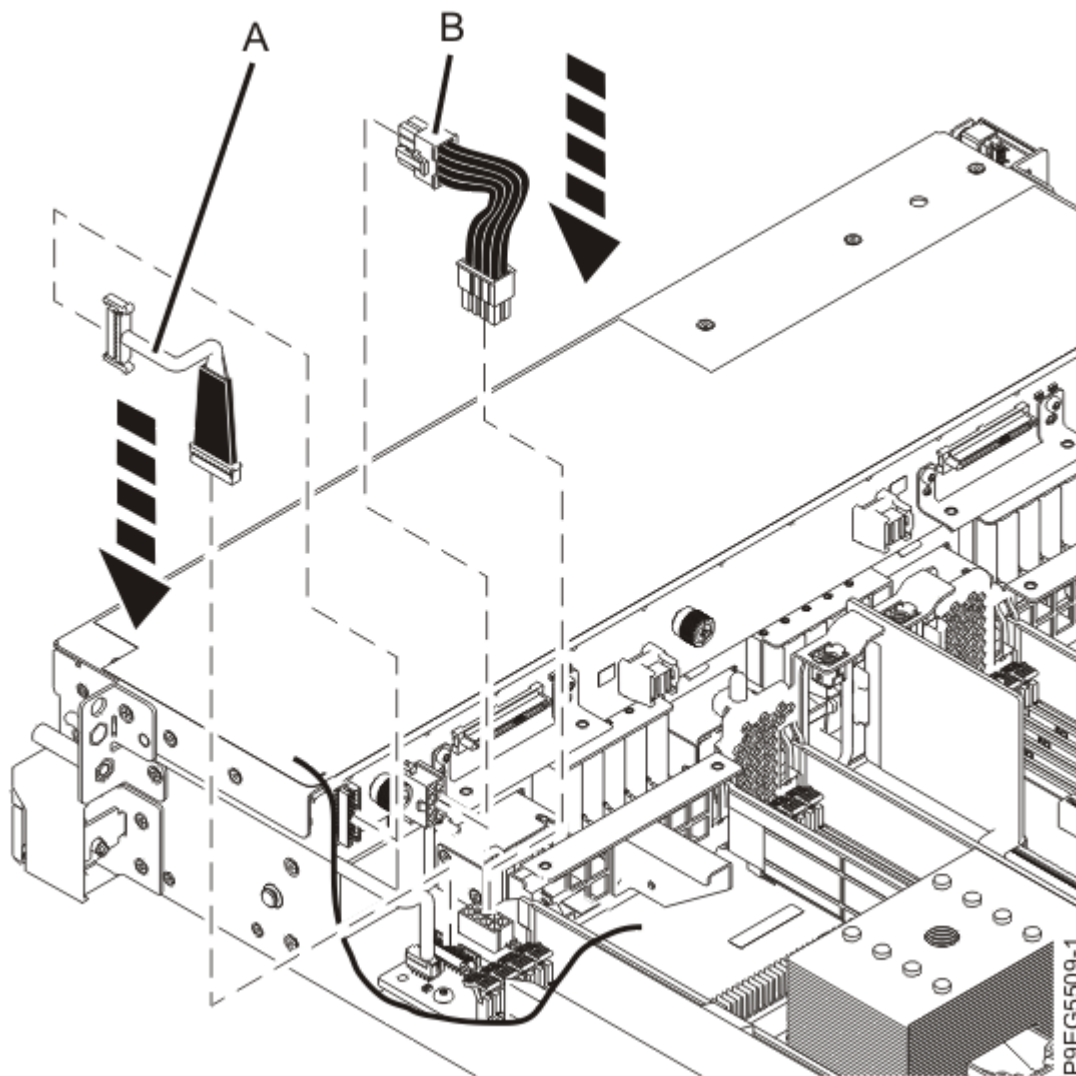

Abbildung 33. Signalkabel und Netzkabel wieder anschließen
2. Schließen Sie das Netzkabel (**B**) mithilfe Ihrer Beschriftungen an die Plattenlaufwerksrückwandplatine an (siehe Abbildung 33 auf Seite 37).